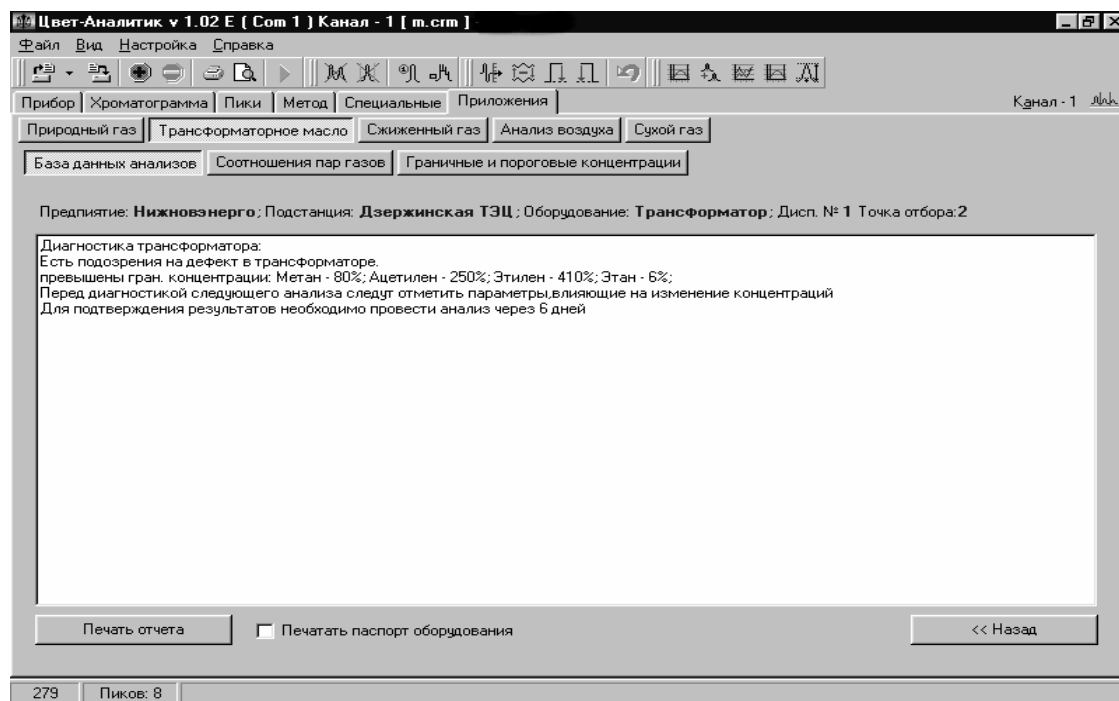

Рис. 8. Результаты диагностики.
9. Для просмотра результата диагностики необходимо нажать кнопку **Отчет по диагностике**. После просмотра результат диагностики можно вывести его на печать (Рис. 8). Если выбрана соответствующая опция в отчет будет добавлен паспорт оборудования.